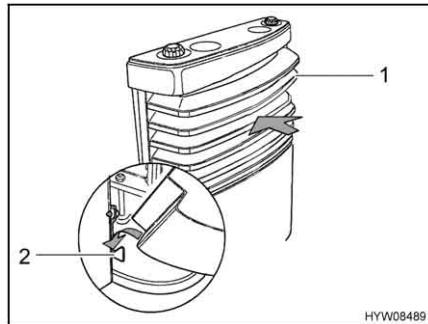

Fig. 81 Copertura del riscaldamento,
- Montare la copertura del riscaldamento. A tale scopo, collocare la copertura (Fig. 81,1) sui supporti inferiori (Fig. 81,2).